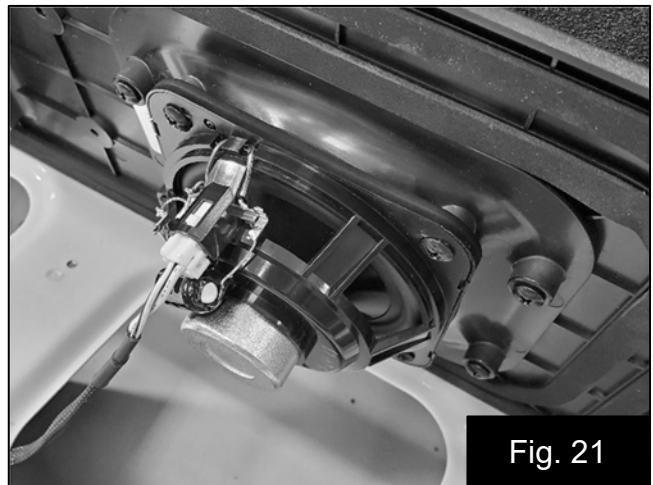

Fig. 21
30. Connectez le faisceau de haut-parleur aux haut-parleurs. Fig. 21